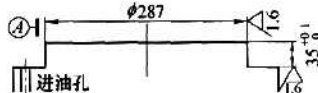

图3 缸体加工简图
放入 T 形槽内, 将另一边用垫铁、V 形块及千斤顶支起来, 高度约 450mm。②安装 4 个压板。③调整千斤顶找正。④找正回转液压缸中心, 然后编程加工宽 45mm (外圆 $\phi 377\text{mm}$ 、内圆 $\phi 287\text{mm}$)、深 35mm 的环形台阶 (见图 3)。